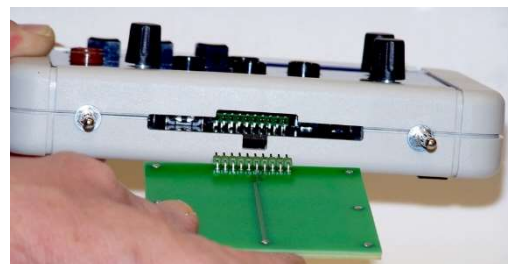

Fig. 5: Inserção da placa condutora
- Inserir a placa condutora na recepção do aparelho básico até que os pinos de contato estejam inseridos na tomada múltipla. Nisto prestar atenção na orientação correta da placa condutora (ver Fig. 5).